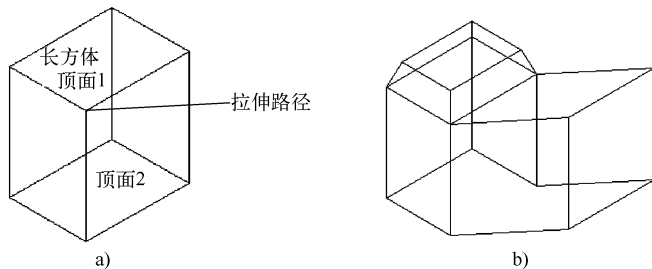

图 13-1 拉伸长方体
- (1) 指定拉伸的高度: 按指定的高度值来拉伸面。指定拉伸的倾斜角度后,完成拉伸操作。
- (2) 路径(P): 沿指定的路径曲线拉伸面。图 13-1 所示为拉伸长方体的顶面和侧面的结果。